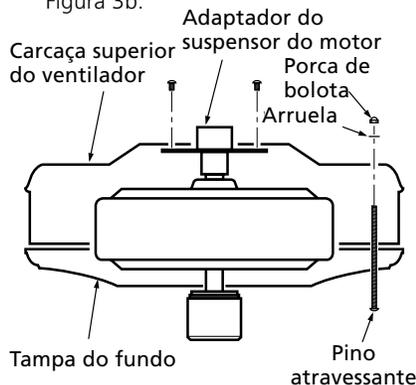
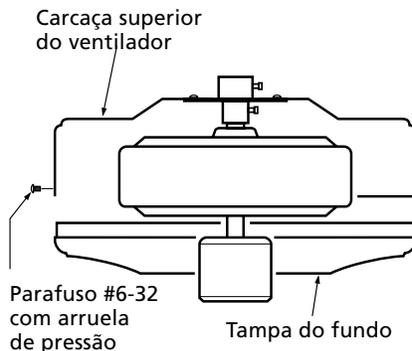

Figura 3b - Montando e fixando as carcaças ao adaptador do suspensor do motor
Figura 3c - Fixando a tampa do fundo à carcaça superior do ventilador
3. Fixe a carcaça superior do ventilador ao adaptador do suspensor do motor com três parafusos de 1/2" e arruelas de pressão conforme mostrado na Figura 3c - dependendo do estilo do ventilador.
3. Fixe a tampa do fundo à carcaça superior do ventilador com pinos atravessantes e porcas de bolota conforme mostrado na Figura 3b, ou com parafusos #6-32 e arruelas de pressão conforme mostrado na Figura 3c - dependendo do estilo do ventilador.